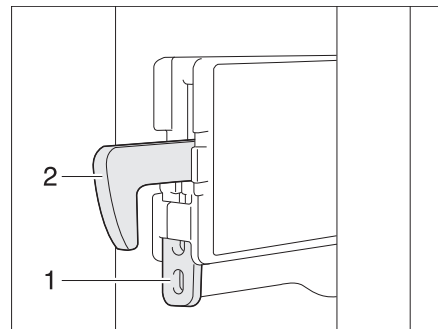

Fig. 358 Fixation crochet de verrouillage
- Pousser la fixation (Fig. 358,1) vers le haut. Le crochet de verrouillage (Fig. 358,2) est pressé vers le haut, il est mis hors fonction.
- Appuyer vers le bas sur le crochet de verrouillage (Fig. 358,2). Le crochet de verrouillage est de nouveau en fonction.